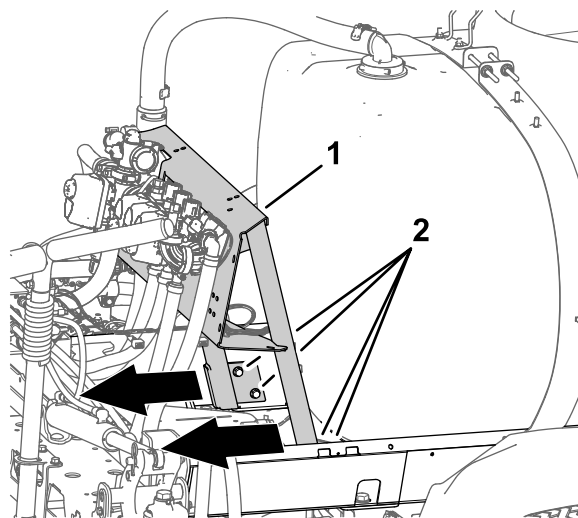

Figura 11
1. Desaperte os quatro parafusos de cabeça flangeada (3/8 x 1 pol.) e as quatro porcas de bloqueio flangeadas (3/8 pol.) que prendem a montagem da válvula à estrutura do depósito (Figura 11).
2. Mova a montagem da válvula para trás (Figura 11).